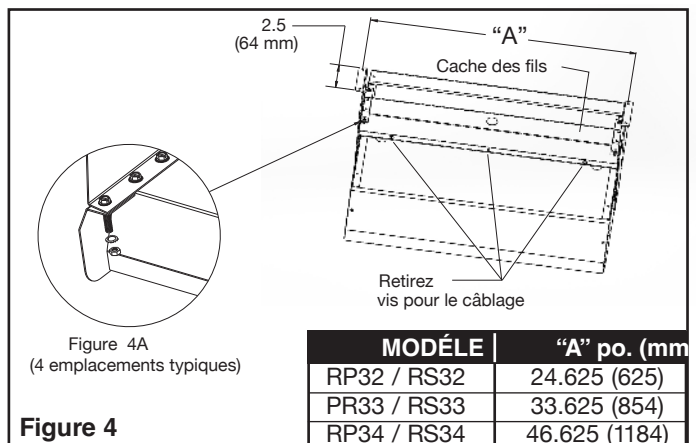

Figure 4
Référez-vous à la Figure 4 et procédez comme suit.
2. Retirez les vis (voir Figure 4) de la partie avant du cache des fils. Faites tourner le cache vers l'arrière et retirez-le de la base du radiateur.